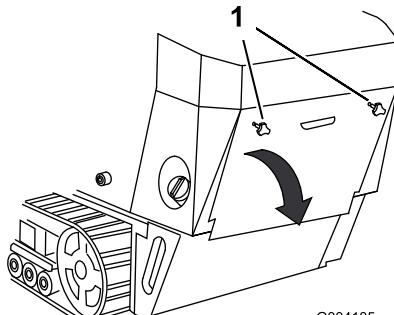

Рисунок 24
- Отверните 2 маховичка, которые крепят заднюю крышку доступа к машине (Рисунок 24).
- Для того чтобы получить доступ к внутренним компонентам, наклоните заднюю крышку доступа и снимите ее (Рисунок 24).